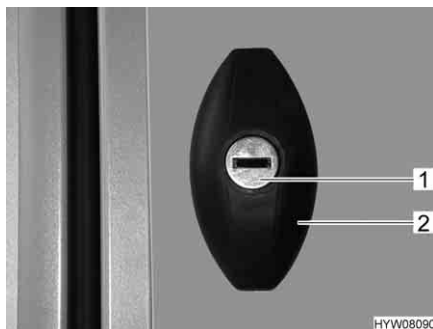

Fig. 54 Serratura dello sportello, ellittico, chiuso
- Inserire la chiave nel cilindro della serratura (Fig. 54,1) e ruotare in senso antiorario di un mezzo giro. La maniglia della serratura (Fig. 54,2) scatta all'infuori.